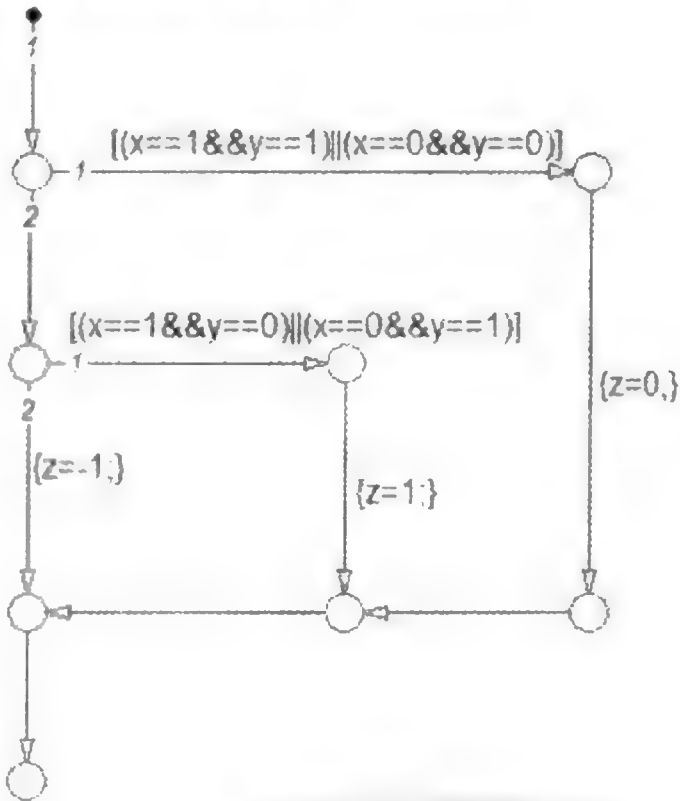

图 3.6.8 流程图
(5) 单击 OK 按钮确认后,自动生成实现该函数的图形函数,如图 3.6.8 所示。